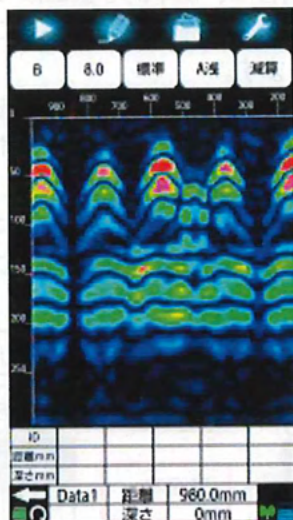

図 3-5 Bモード探査結果例
- (7) 終了するときは、メイン画面上の [□] スタートアイコン (図 4-1①参照) をタップ、もしくはセンサー本体のスタートボタン (図 1-2④参照) を押してください。“ピッピッ” とブザーが 2 回鳴り、探査停止状態になります。探査例を図 3-5に示します。(スタートアイコンは[▶]に変化します)